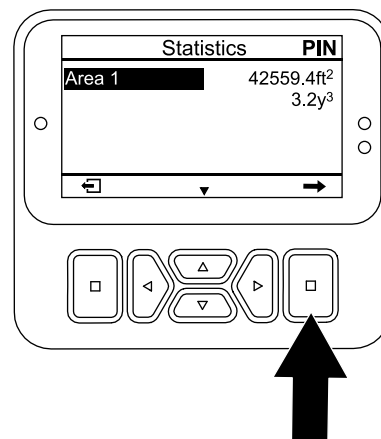

Bild 98
1. Drücken Sie im Bildschirm STATISTIK die Taste „nach unten“, bis die Option BEREICH 1 ausgewählt ist (Bild 98).